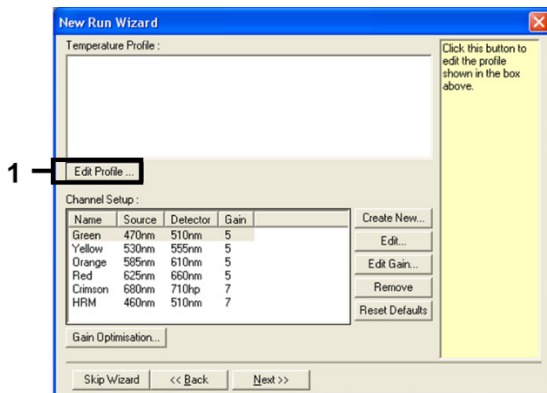

Figura 3. Edición del perfil.
5. Haga clic en Edit Profile (Editar perfil) situado en el cuadro de diálogo «New Run Wizard» (Asistente para series nuevas) (figura 3) y defina los parámetros de la serie analítica según los pasos siguientes.